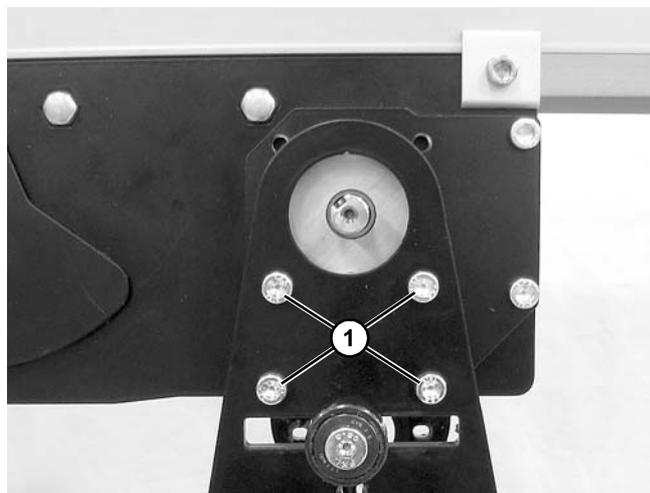

Figure 37
La **Figure 37** correspond à un motoréducteur monté verticalement. Le motoréducteur monté horizontalement est similaire.
3. Retirer les quatre vis de montage (**Figure 37, élément 1**) et déposer le motoréducteur.